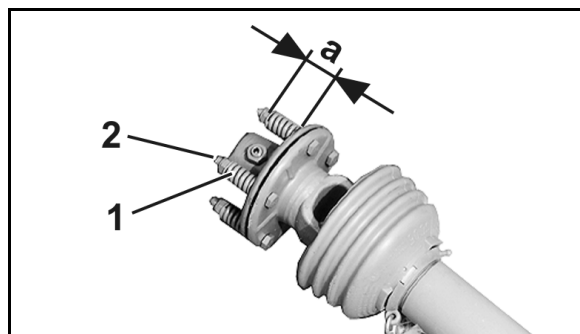

Bild 77
2. Slacka fjädrarna (Bild 77/1) genom att lossa respektive mutter (Bild 77/2).